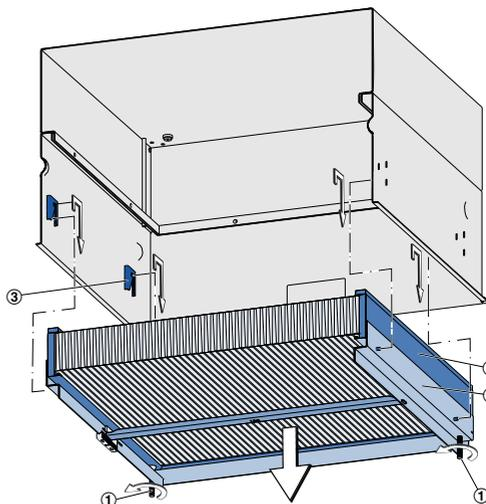

Fig. 12 : Remplacement de filtre
2. ► Retirer le cadre de serrage. Pour y parvenir, desserrer les quatre vis de serrage (Fig. 12 /1) (clé Allen 4). Retirer le mécanisme de serrage (Fig. 12 /2) des pattes en le soulevant (Fig. 12 /3). Puis le retirer vers le bas.
3. ► Retirer le filtre rempli de poussière (Fig. 12 /4) du cadre de serrage, le mettre dans un sac en plastique avant de le jeter ; voir ☞ « Mise au rebut » à la page 15.